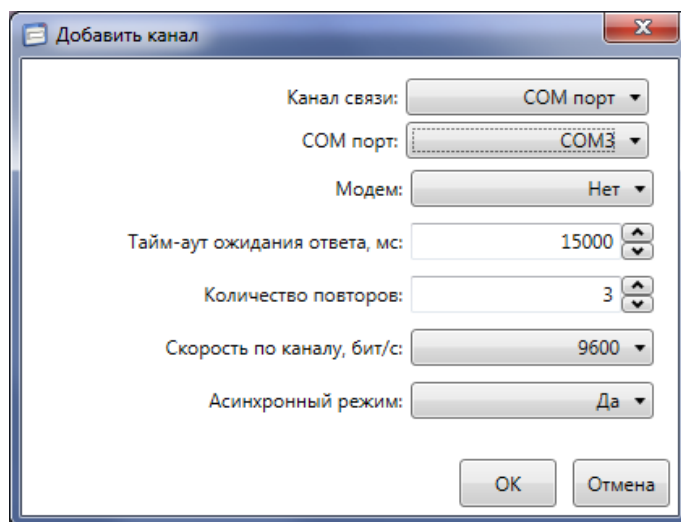

Рисунок 9.6 – Добавление канала связи со счетчиками
9.5.5.2 В появившемся окне указать тип канала (для работы через интерфейсы RS-485 или оптопорт выбрать значение *COM порт*), выбрать последовательный порт ПК, к которому подключен счетчик (либо преобразователь интерфейсов, например, устройство УСО-2) и указать скорость передачи данных. Остальные параметры можно оставить без изменений (рисунок 9.6).